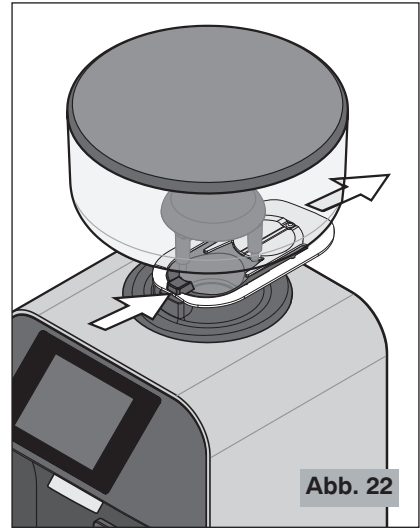

Abb. 22
- ⚠ Vergewissern Sie sich, dass der Kaffeebohnenbehälterverschluss des Kaffeebohnenbehälters vollständig bis zum Anschlag offen ist (letztes Einrasten) (siehe Abb. 22).